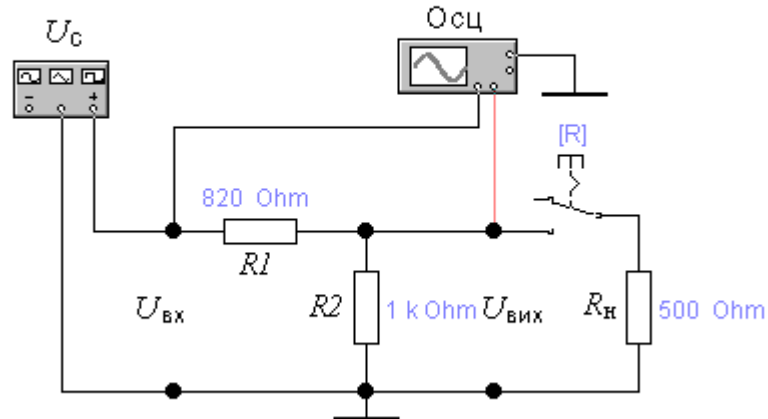
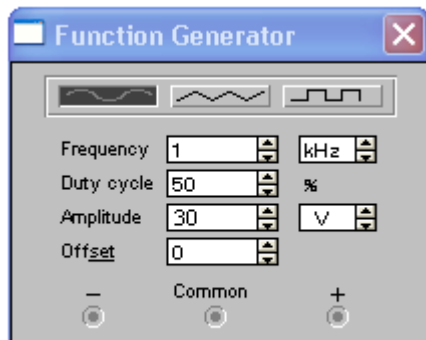

Рис.2. Схема лабораторного стенда
Рис.3
4.1.1. Відкрийте файл „№ 1.1. Подільник” (рис. 2).
– відкрийте джерело сигналу встановленням курсору на його умовне позначення U_c (рис. 2) та подвійним кліком лівої клавіші миші; при цьому відкриється передня панель (рис. 3);
4.2.1. Встановіть режим холостого ходу, відключивши опір навантаження R_n клавішею R (див. рис. 2).
- зупинить зображення клавіш *Pause* (рис. 2);